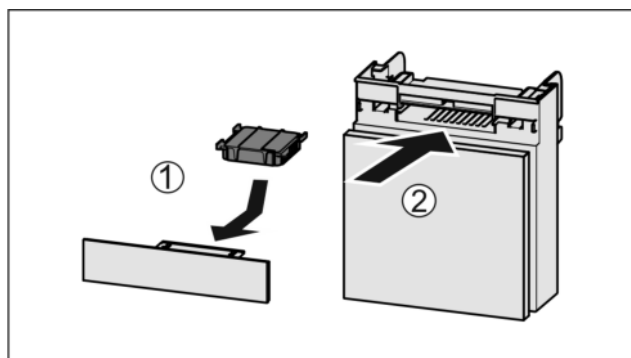

Fig. 103
- Aktivkohlefilter nach Abbildung einsetzen Fig. 103 (1).
► Fach einschieben Fig. 103 (2).